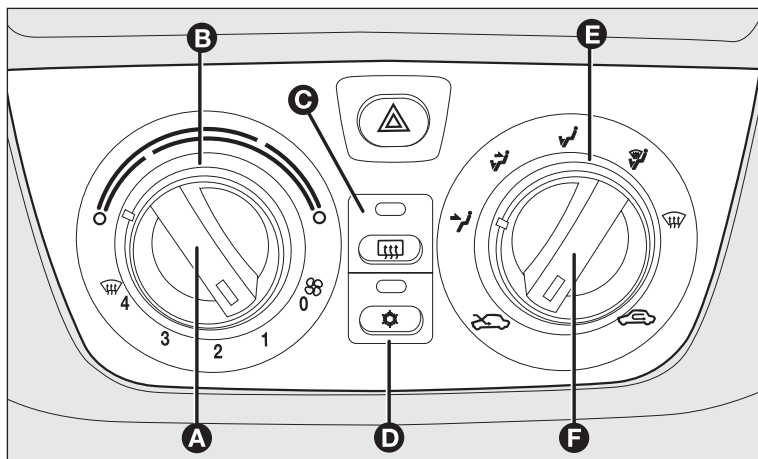

fig. 64
MANDOS fig. 64
El casquillo **E-fig. 64** permite que el aire llegue a todas las zonas del habitáculo según 5 posibilidades de selección:
gire el casquillo **B-fig. 64** hacia la derecha (indicador en el sector rojo) para aumentar la temperatura o hacia la izquierda para disminuirla.
- ☐ ponga el casquillo **B-fig. 64** en el sector azul;
Ponga el mando **F-fig. 64** en .
- ☐ gire el casquillo **B-fig. 64** al sector rojo;
- ☐ desactive la recirculación del aire interior poniendo el mando **F-fig. 64** en .
Presione el pulsador **C-fig. 64** para activar esta función: se enciende el led ubicado en el mismo pulsador.
- ☐ gire el casquillo **B-fig. 64** al sector azul para seleccionar la temperatura;
- ☐ desactive la recirculación del aire interior poniendo el mando **F-fig. 64** en ;